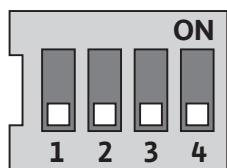

Fig. 29: Interrupteur DIP
L'interrupteur DIP (Fig. 9, pos. 6/Fig. 29) se trouve sous le capot de l'appareil.